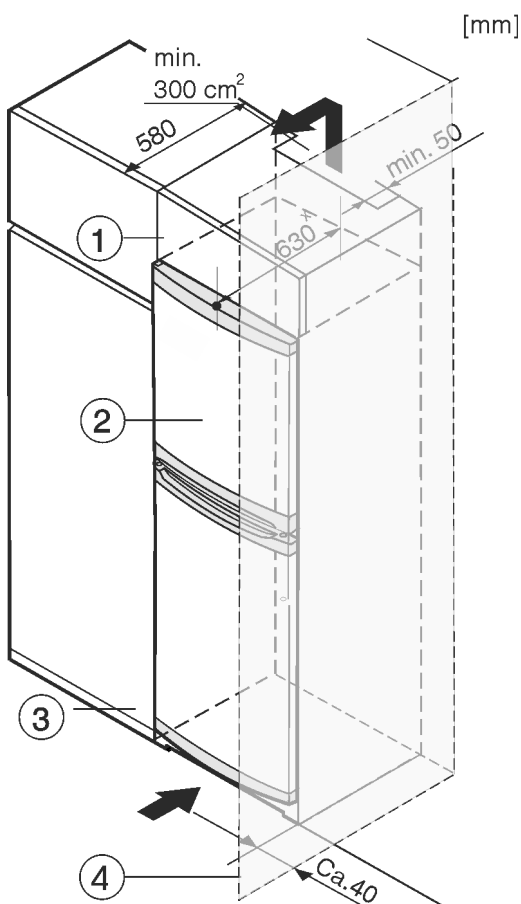

Fig. 8
Urządzenie może zostać obudowane szafkami kuchennymi. Aby dopasować urządzenie Fig. 8 (2) do wysokości ciągu szafek kuchennych, można nad urządzeniem umieścić szafkę nasadzaną Fig. 8 (1).
W przypadku obudowania szafkami kuchennymi (głębokość maks. 580 mm) urządzenie można ustawić bezpośrednio obok szafki kuchennej Fig. 8 (3). Urządzenie wystaje z boku o 34 mm x i na środku urządzenia o 50 mm x w stosunku do szafek frontów kuchennych.
Jeżeli urządzenie będzie ustawiane z zawiasami do ściany Fig. 8 (4), to pomiędzy urządzeniem i ścianą należy zachować minimalny odstęp, wynoszący 40 mm. Na taką odległość wystaje klamka przy otwartych drzwiach.